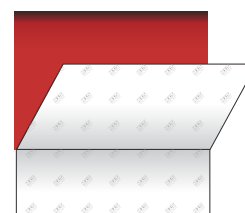

Figure05
- › Enlever alors la charnière, afin de continuer le retrait du liner, en fonction des surfaces rencontrées (cf sous paragraphes suivants). (FIG. 05)